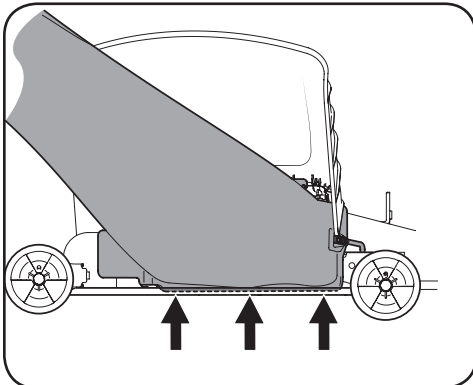

Figure 4-27
4. Insérez l'extrémité du coude de la goulotte de descente de décharge (1) dans l'orifice prévu à cet effet dans la roue du plateau de coupe, comme illustré dans l'encart de la Figure 4-27.
5. Faites pivoter la goulotte de décharge de descente vers l'arrière jusqu'à ce que l'orifice du coude de la goulotte de décharge s'aligne sur l'adaptateur du plateau de coupe. Déplacez le coude de décharge vers le bas sur cette broche, comme illustré au numéro 2 de la Figure 4-27.